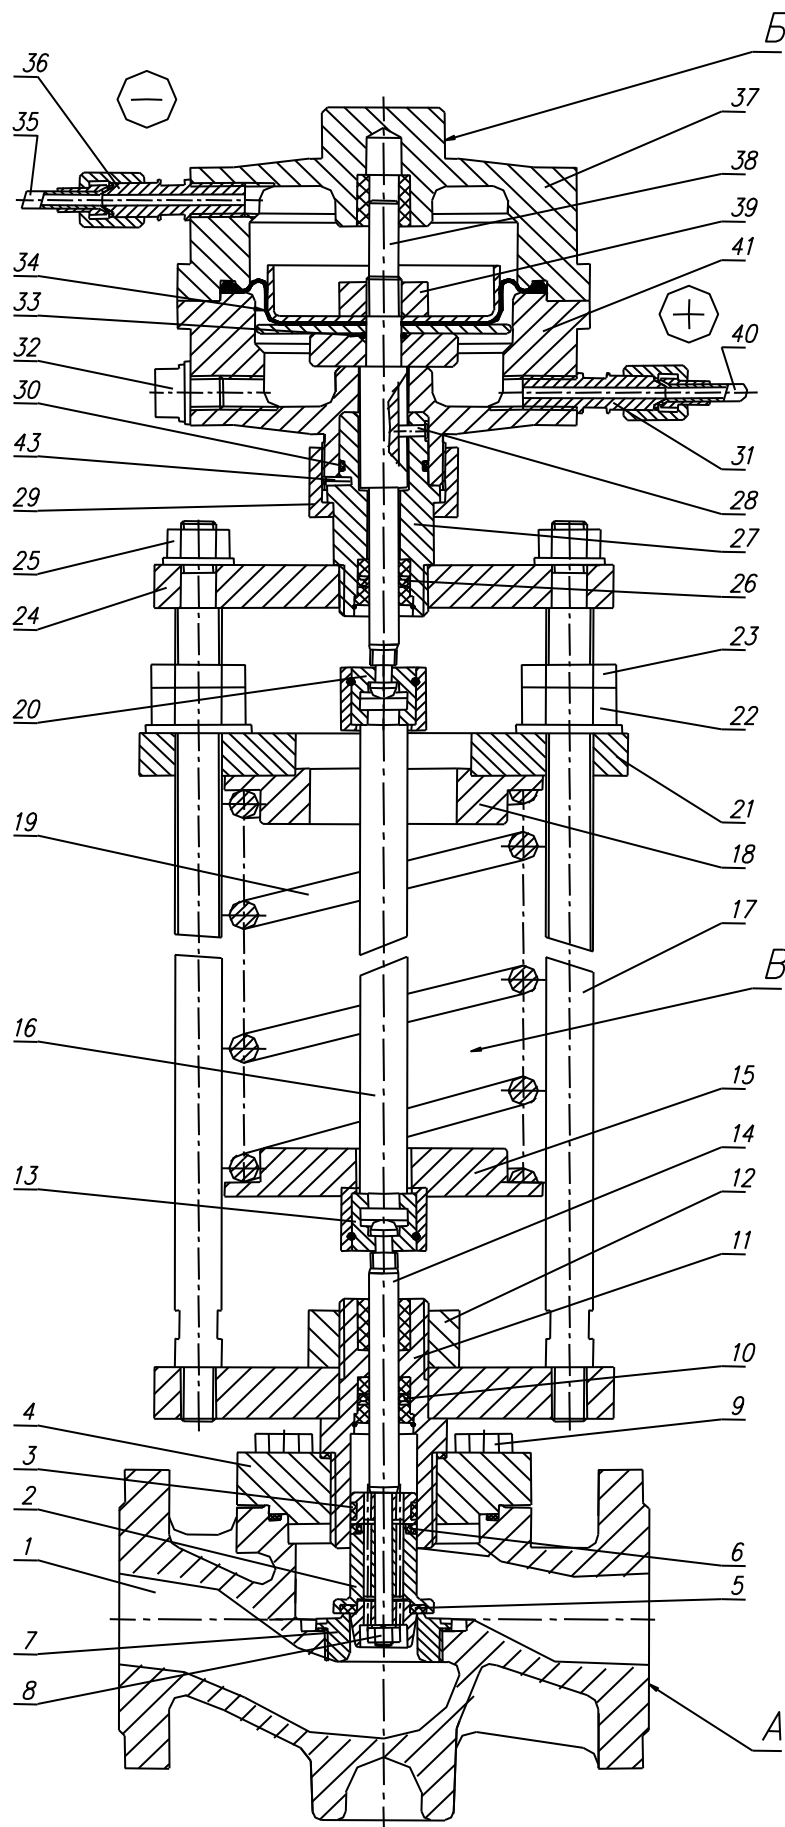

Рисунок 1. Общее устройство регулятора РД-В-XX.XX.X.1
2.2.5. Регулятор устанавливать на горизонтальном участке трубопровода согласно схеме подключения (см. рис.1 приложения А или рис 2). Перед регулятором установить магнито-сетчатый фильтр.